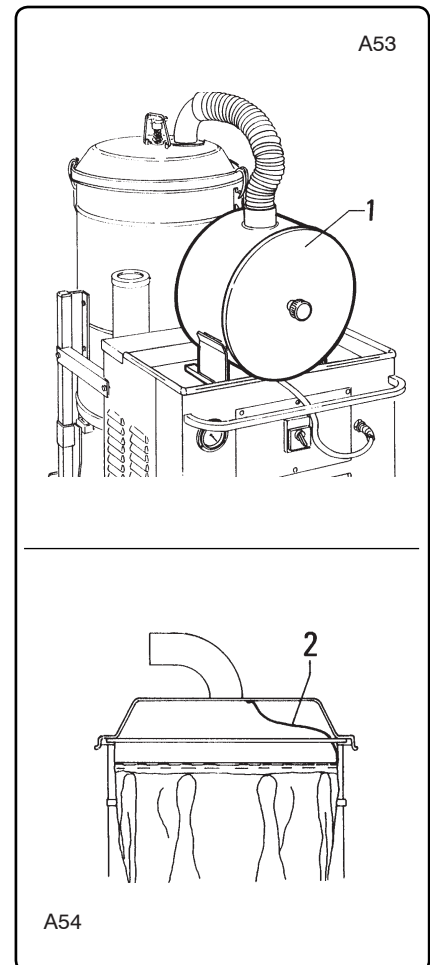

Fig. 6.7.4
Si tratta di un aspiratore di categoria C completato di un filtro assoluto "1" come da fig. 6.7.4.
- messa a terra dell'anella portafiltro "2" fig. 6.7.4;
This is a category C vacuum complete with an absolute filter "1" as shown in fig. 6.7.4.
- earthing of filter ring "2" fig. 6.7.4;
Il s'agit d'un aspirateur de catégorie C qui comporte un filtre absolu "1" comme illustré par la fig. 6.7.4.
- mise à la terre de l'anneau porte-filtre "2" fig. 6.7.4;
Es handelt sich um einen Absauger der Gruppe C mit einem K1 Filter "1" wie in Abb. 6.7.4.
- Erdung des Filtertragerings "2" Abb. 6.7.4;